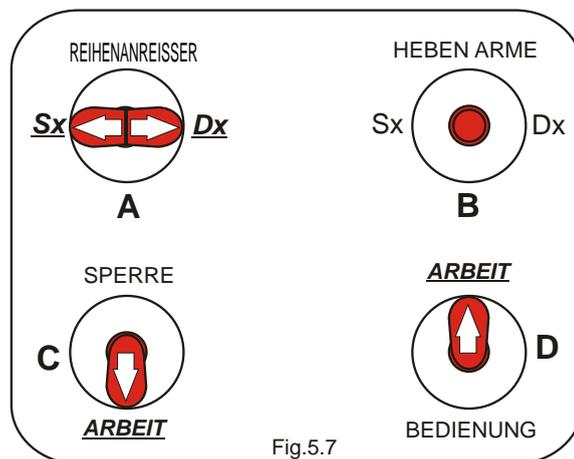

Fig.5.7
- Kippschalter **B** in die mittlere Stellung bringen, Schalter **C** und **D** auf **ARBEIT (LAVORO)** und Schalter **A** auf **LINKS (SX)** oder **RECHTS (RX)** stellen (Abb.5.7).